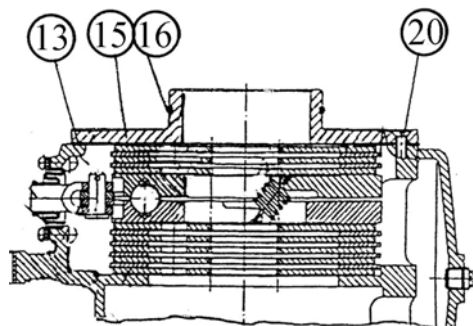

Рисунок 4.150
3) визуально проверьте качество прокладки 13 (рисунок 4.150) и при наличии дефектов установите новую поронитовую прокладку толщиной 1 мм;